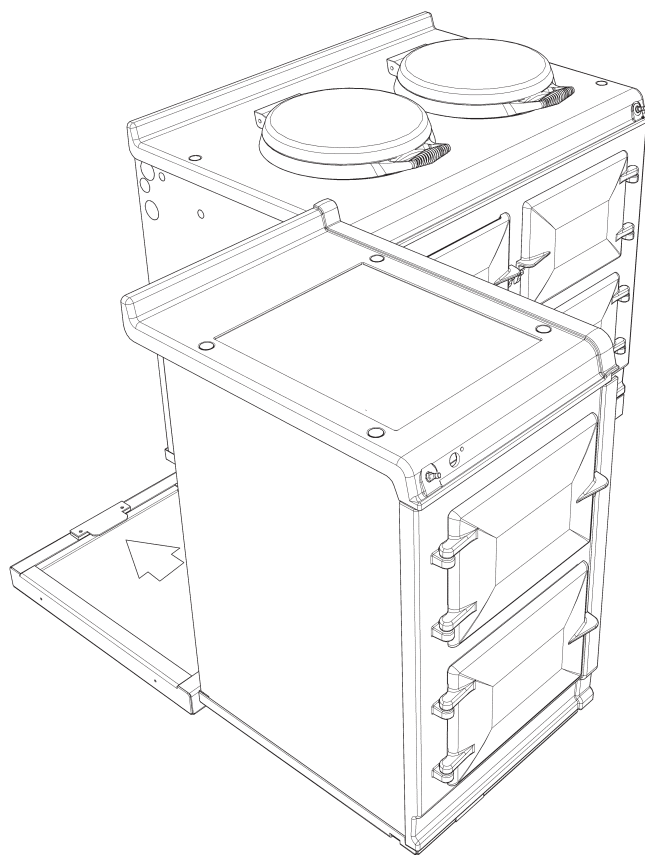

Fig. 20
- 6 Glissez l'armoire chauffante sur le socle jusqu'à ce que la languette arrière s'enclenche complètement dans l'arrière de l'encoche de la base (voir fig. 20). Assurez-vous que l'appareil est correctement aligné avec le socle, puis enclenchez le crochet de jointoiement frontal dans l'encoche située au-dessous de la plaque de base. Une fois la languette frontale complètement engagée, verrouillez-la en place en serrant complètement les deux vis M6. Assurez-vous que le câble électrique ne touche pas le tuyau de ventilation du four de l'AGA DC3.